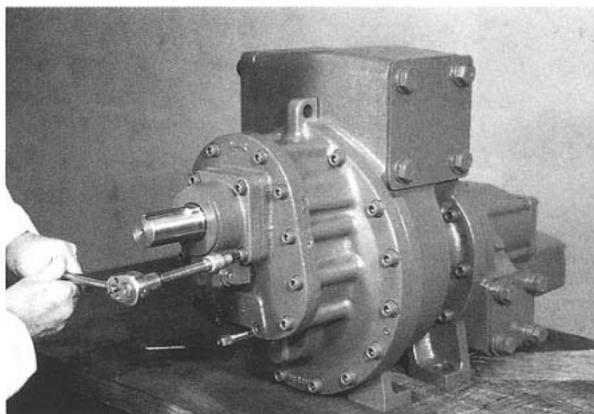
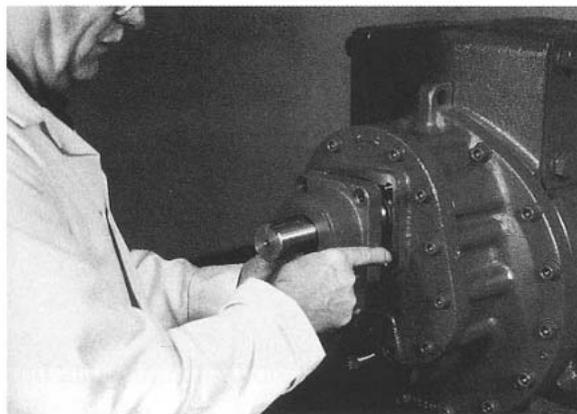

Рис. 14
Рис. 15
4. Снимите втулку уплотнения впускного вала с впускного (приводного) вала. Извлеките 4 крепежных винта (рис. 14) и выньте корпус уплотнения. (Рис. 15). Соберите уплотнительное кольцо корпуса уплотнения, неподвижное седло должно остаться в корпусе уплотнения.